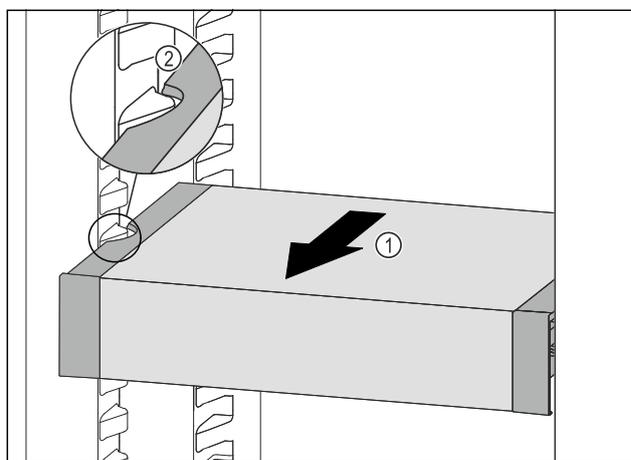

Fig. 88
- Tirare VarioSafe in avanti Fig. 88 (1) fino a quando le cavità laterali di VarioSafe non si trovano al livello della nervatura del contenitore nel vano frigorifero. Fig. 88 (2)